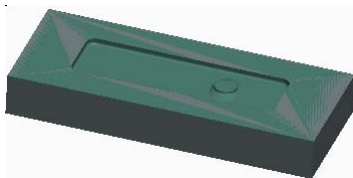

图 3.17.2 制造模型
Step1. 设置工作目录。选择下拉菜单 **文件** → **管理会话 (M)** → **选择工作目录 (C)** 更改工作目录。命令，将工作目录设置至 D:\Creo 2.9\work\ch03\ch03.17。
Step2. 在工具栏中单击“打开”按钮 ，从弹出的“文件打开”对话框中，选取三维零件模型——pencil_milling.asm 作为制造零件模型，并将其打开。此时工作区中显示图 3.17.2 所示的制造模型。